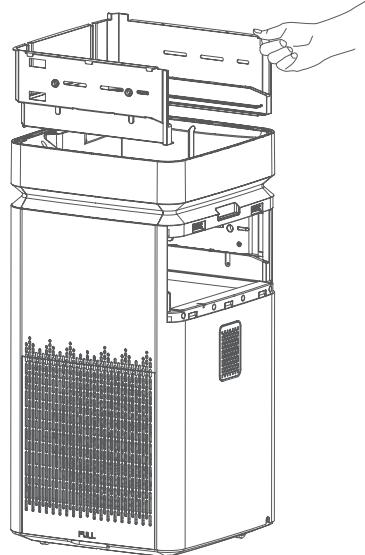

Figura 9
4. Se houver acumulação de poeira na proteção de borracha, abra a tampa superior e retire o filtro catalítico compósito. Em seguida, retira a proteção de borracha e lave-a com água. Deixe secar durante mais de 24 horas. (Recomenda-se lavar a cada 6 meses.) (figura 9).